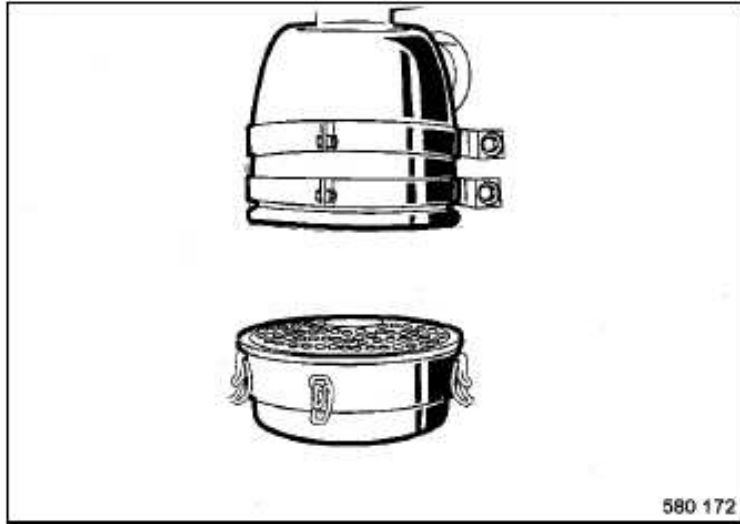

Fig. 147
- Soltar los cierres rápidos (Fig. 147), retirar la caja filtradora y vaciarla.